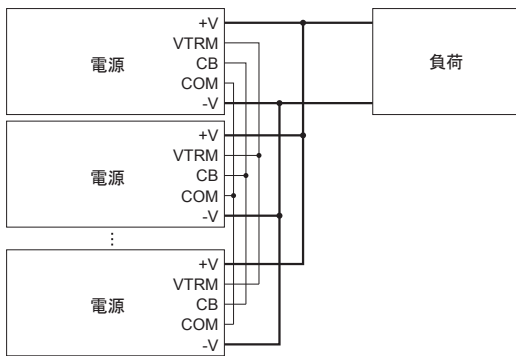

図2.2 並列運転時の接続例
- 図2.2の配線をすることで並列運転可能です。並列運転するすべての電源のCB端子、VTRM端子、COM端子同士を接続してください。